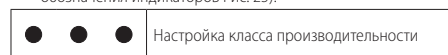

Рис. 27
- 3 Для доступа к калибровке настройки *Класса производительности* необходимо, чтобы индикаторы LD1, LD2, LD3 на Рис. 5 находились в состоянии, изображенном на Рис. 27 (условные обозначения индикаторов Рис. 25).